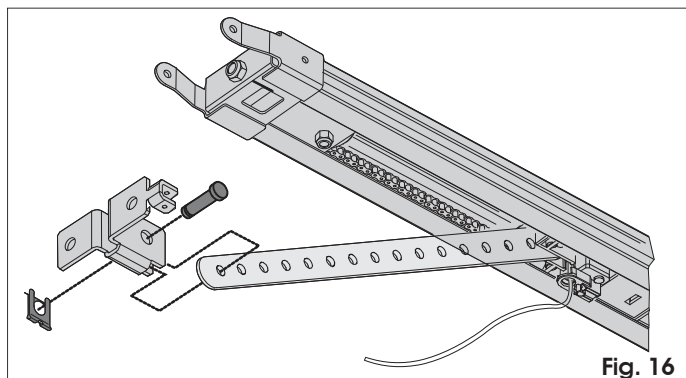

Fig. 16
- 1) Die Befestigung mit der Stange des Schlittens zusammenbauen (Abb. 16).